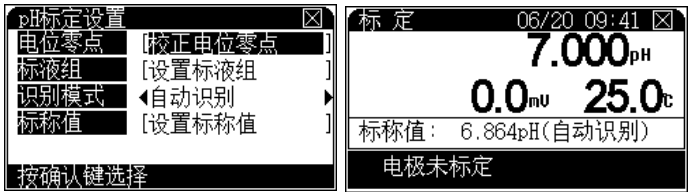

图 21
- 4 pH 电极标定前确认 pH 标液组。仪器的 pH 标定，显示如图 21，其中屏幕上半区为当前的测量数据，仪器显示当前的 pH 值（斜率设定为 100.00%）、电位值和温度值；屏幕下面为当前的标定结果。